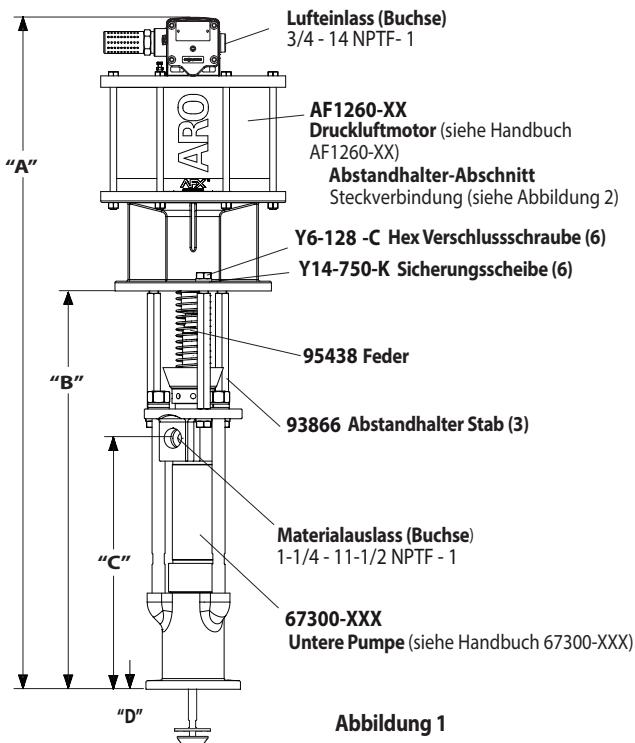

Abbildung 1
- Entfernen Sie drei Zylinderschrauben (Y6-128-C) und (Y14-750-K)-Sperre Unterlegscheiben aus den drei (93866) Abstandshalter-Stäbe (siehe Abbildung 1).